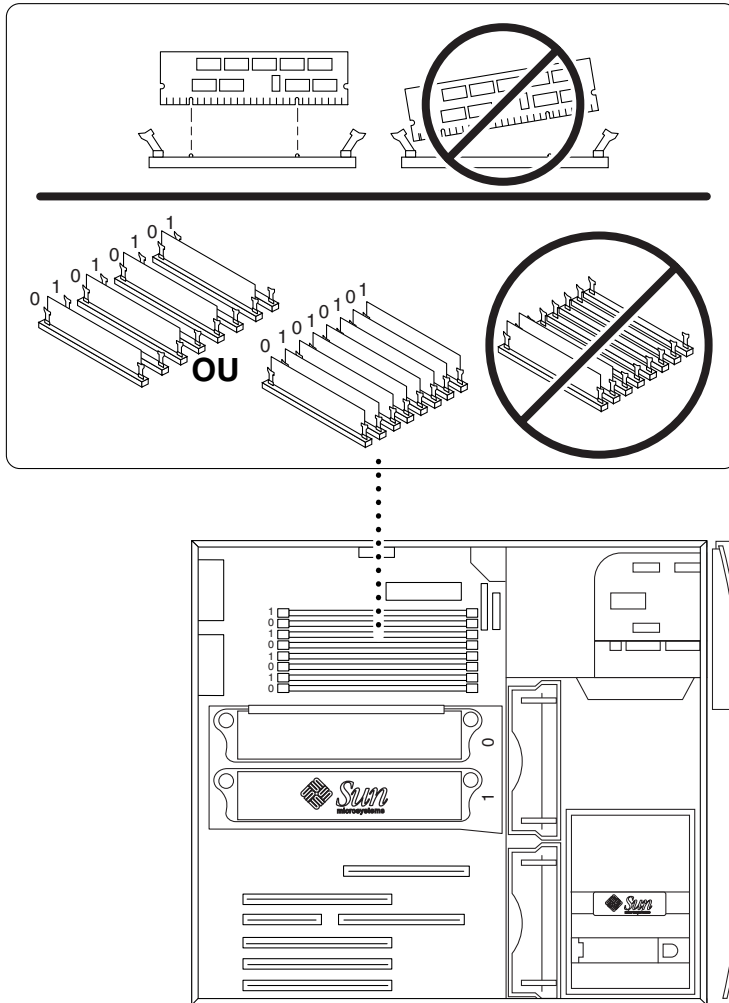

FIGURE 15 Installation de modules DIMM supplémentaires
3. **Installez quatre modules DIMM dans les connecteurs DIMM libres de la carte mère de la manière suivante (reportez-vous à la FIGURE 15) :**